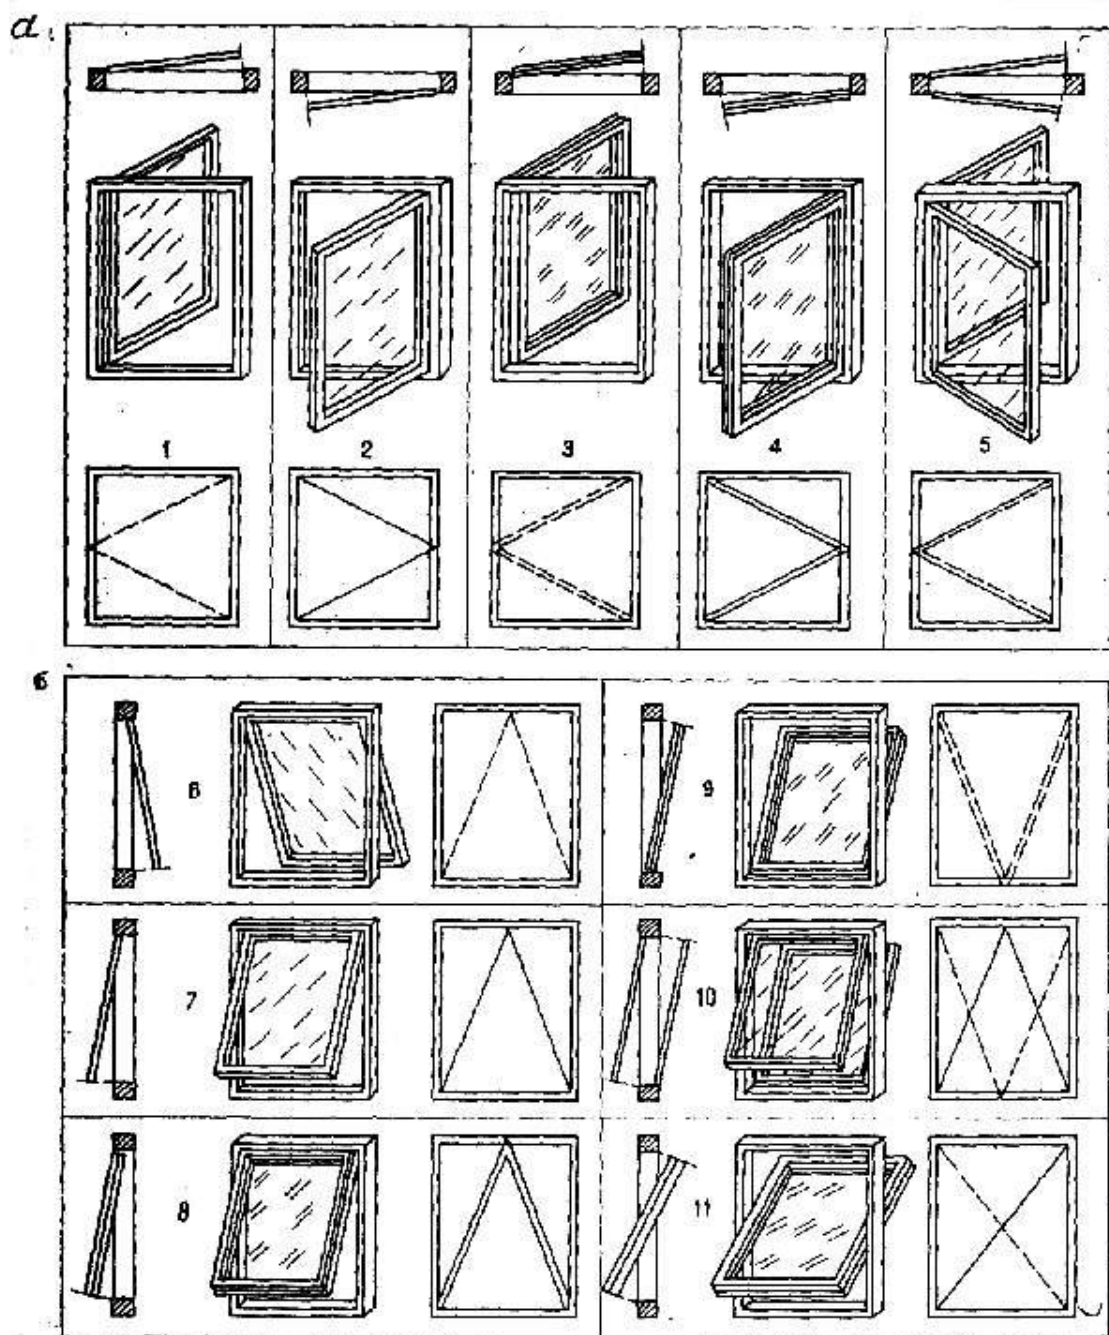

Рисунок 5.1 – Оконные переплеты промышленных зданий
**Навеска переплетов.** Для проветривания помещений и очистки стекол не менее 20% площади световых проемов имеют открывающиеся створки. По способу навески переплеты (рисунок 5.1) бывают с *горизонтально-подвесными створками* и с *вертикально-навесными створками*. Открывают створки переплетов наружу или внутрь помещения. На чертежах фасадов зданий навеску переплетов показывают двумя наклонными линиями, сходящимися у стороны притвора. Створки, открывающиеся наружу, обозначают сплошной линией, а внутрь — пунктирной.